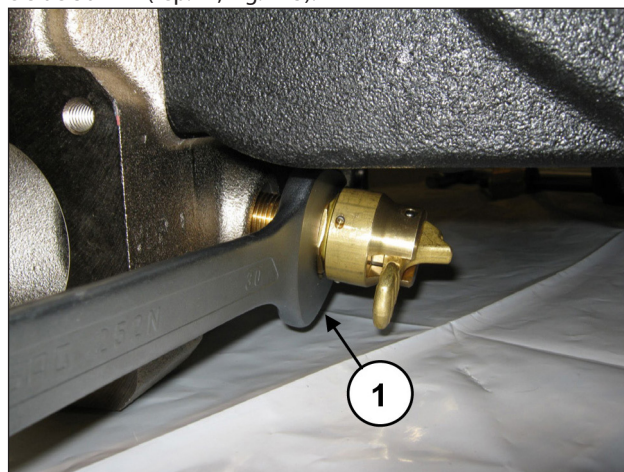

Fig. 145
Dévisser le dispositif d'ouverture des soupapes à l'aide d'une clé de 30 mm (rep. ①, Fig. 145).